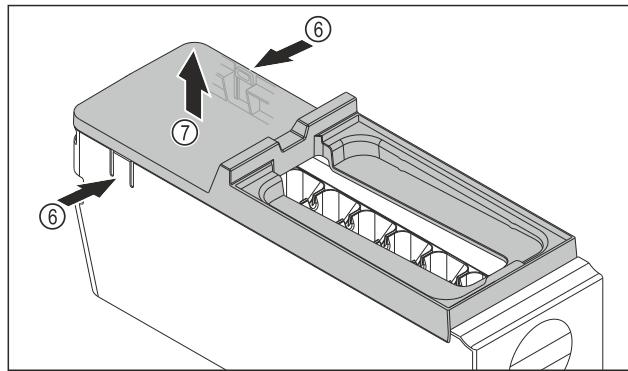

Fig. 83
- Izvadite poklopac tijela sustava EasyTwist-Ice: Pritisnite jezičke Fig. 83 (6) na obje strane tijela sustava EasyTwist-Ice jednom rukom.
- Poklopac Fig. 83 (7) drugom rukom izvucite prema gore.